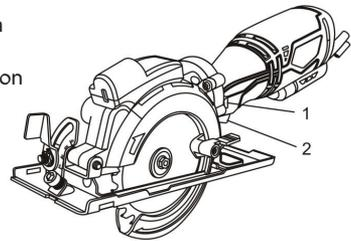

Figure 8
Le bouton de verrouillage (1) est un dispositif de sécurité conçu pour réduire le risque de démarrage accidentel de la scie (figure 8). Ce bouton doit être enfoncé avant que la gâchette (2) puisse être comprimée.